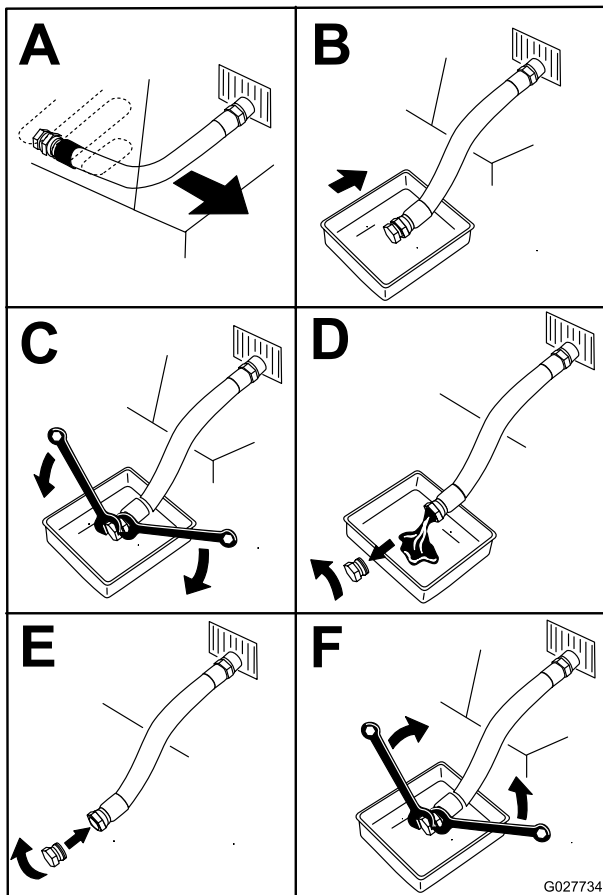

Figure 54
4. Avant de quitter la position d'utilisation, coupez le moteur, enlevez la clé de contact et attendez l'arrêt de toutes les pièces mobiles (Figure 54).